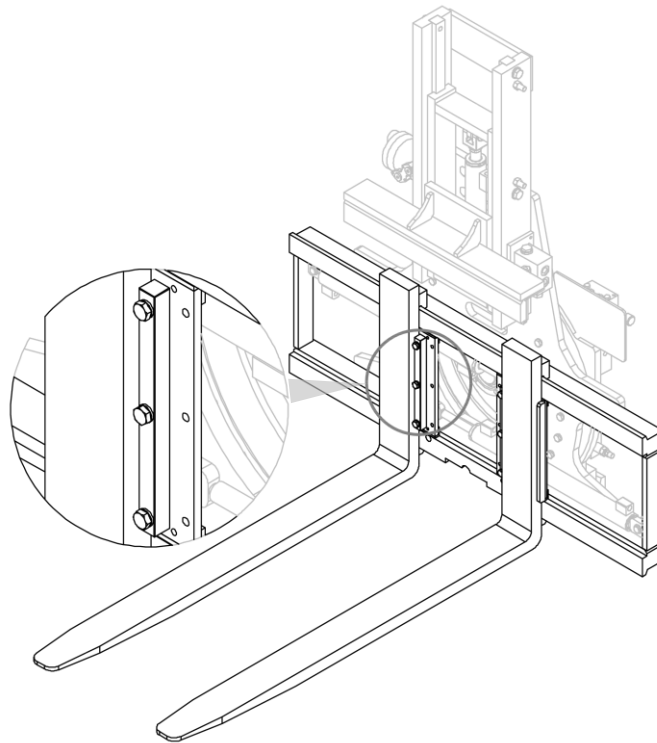
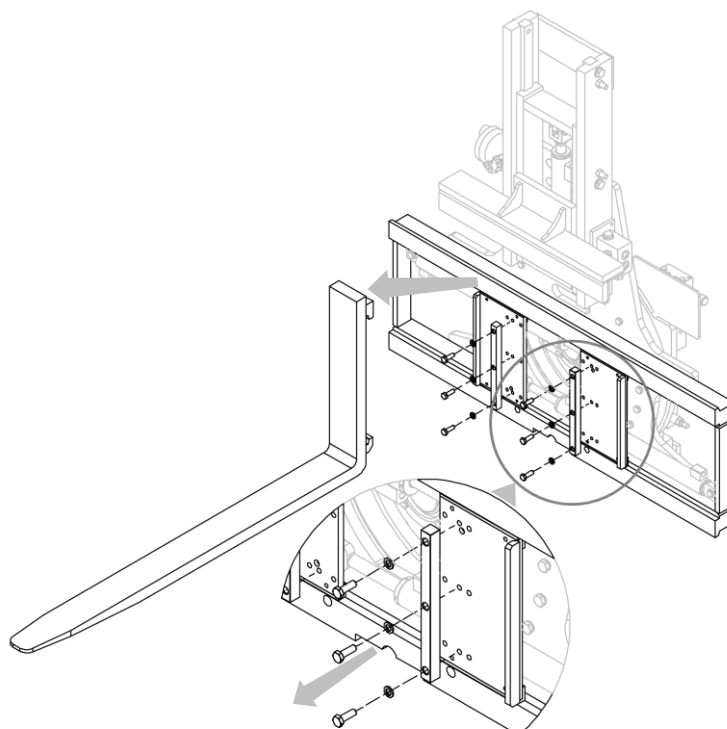

Figure 21
Figure 22
2. Retirer les fourches (vers le centre, où il y a une rainure spéciale) après avoir dévissé les butées de fourche (voir *Figure 21* et *Figure 22*) ;